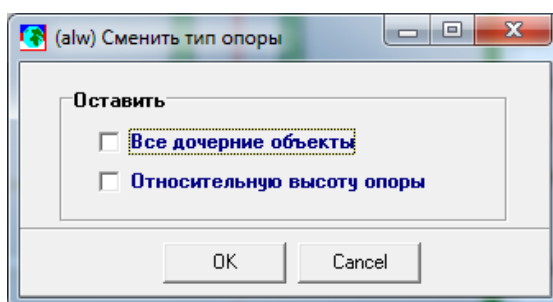

Рис. 28 Как поступить с дочерними объектами при смене типа опоры
5. При ошибке в типе опоры, активизировать опору в плане, правая кнопка мыши – «Сменить тип опоры». При смене типа опор появляется диалоговое окно: «Оставить все дочерние объекты» – при включении этой опции дочерние объекты опоры (точки подвеса, изоляторы, шлейфы, оттяжки) не изменят своего местоположения Рис. 28: